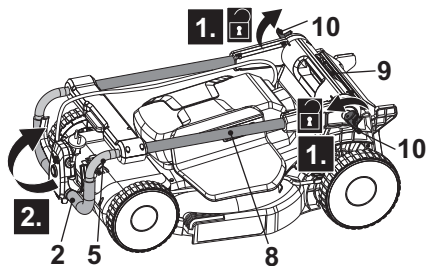

Fig. 1
1. Abrir e desapertar as alavancas da pinça (10) no sentido contrário ao dos ponteiros do relógio em ambos os lados da barra inferior da pega (8), mas não as retirar (Fig.1, passo 1).
2. Segurar a pega (2) com uma mão e desdobrar o conjunto da pega (Fig.1, passo 2). Certifique-se de que o cabo de interconexão (18) corre no lado superior da barra superior da pega (5) e na barra inferior da pega (8).